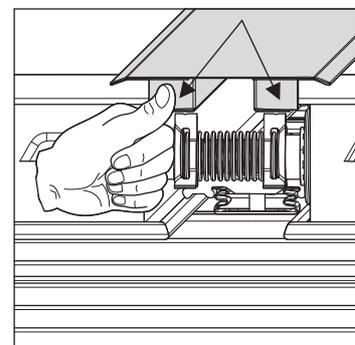

Fig. 3-44 Fase di lavoro 3
3. Piegarlo manualmente le due linguette del bordo superiore del listello (1f) sul collettore piano di modo che il listello non possa scivolare verso il basso (fig. 3-44).